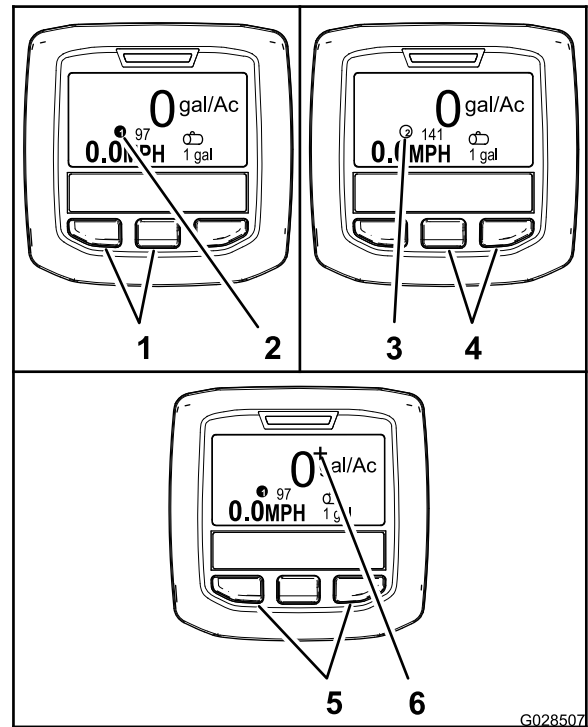

Figura 65
- Para seleccionar el caudal de aplicación 1, pulse los dos botones de la izquierda del InfoCenter (Figura 65).
- Para seleccionar el caudal de aplicación 2 (caudal de aplicación), pulse los dos botones de la derecha (Figura 65).
- Para aplicar temporalmente un aumento del caudal, mantenga pulsados los dos botones exteriores (Figura 65).